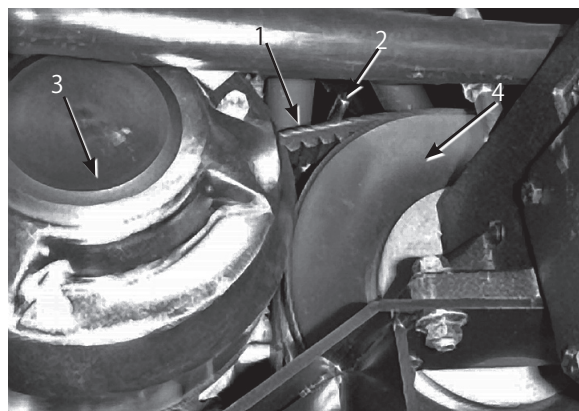

図49
1. 二次クラッチの近くにある2つのベルト・ガイド(図49)をゆるめる。
2. 二次クラッチを回しながら二次クラッチ部分でベルトを外す (図49)。
3. 一次クラッチからベルトを外す (図49)。
4. 新しいベルトを一次クラッチに掛ける (図49)。
5. 二次クラッチを回しながら二次クラッチにベルトを掛ける (図49)。